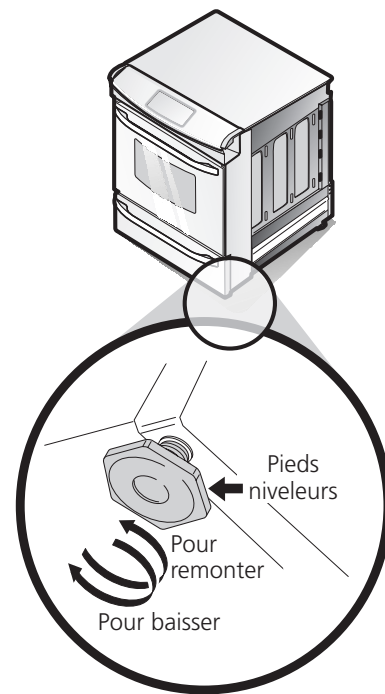

Figure 9
2. Déposez un niveau à bulle sur la grille. Prenez 2 lectures en plaçant le niveau en diagonale dans une direction, puis dans l'autre direction. Si nécessaire, ajustez les 4 vis de nivellement à l'aide d'une clé pour niveler l'appareil (reportez-vous à la figure 9).
4. Mettez la cuisinière à niveau au besoin, en l'ajustant avec les 4 pieds niveleurs à l'aide d'une clé à molette (voir Figure 9 ci-dessous). Un dégagement minimum de 1/8" (0.3 cm) est requis entre le bas de la cuisinière et les pieds niveleurs arrière pour disposer de suffisamment d'espace pour installer les supports anti-basculé.